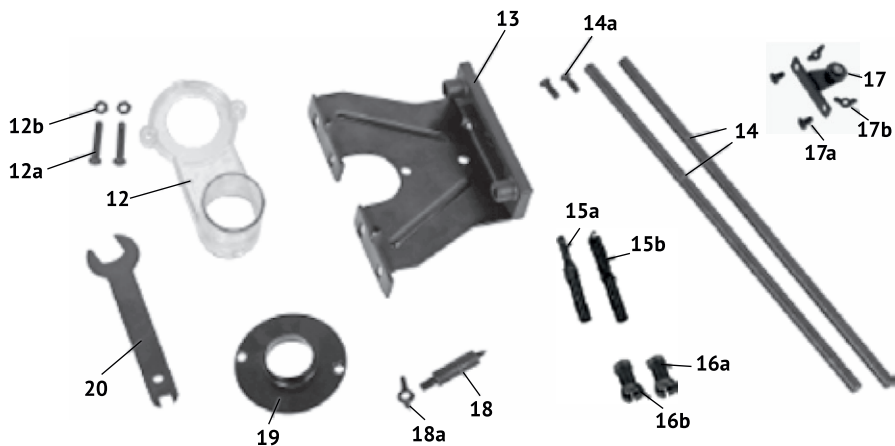

рис.2
- параллельный упор (рис.2 поз.13) с осями (рис.2 поз.14) позволяет обрабатывать изделие на определённом расстоянии от прямолинейного края заготовки (фрезерование пазов, канавок, сверление отверстий и т.п.);
- роликовая направляющая (рис.2 поз.17), закреплённая на параллельном упоре (рис.2 поз.13), позволяет производить фрезерование на равном расстоянии от края заготовки любой конфигурации (прямолинейная, криволинейная, угловая);
- острière циркуля (рис.2 поз.18), закреплённое на параллельном упоре, даёт возможность обработки заготовки по кольцу, кругу, дуге;
- направляющая втулка (рис.2 поз.19), позволяет фрезерование заготовки
Пластиковый патрубок пылеотвода (рис.2 поз.12) позволяет подключить пылесос для удаления стружки из зоны фрезерования.